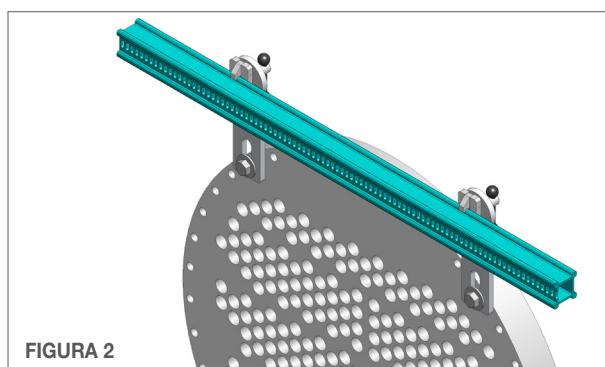

FIGURA 2
2. Encaixe o **Trilho Superior (com os rasgos voltados para fora)** nos suportes superiores. Se o trilho não estiver bem alinhado com as fileiras de tubos, solte um dos suportes superiores e ajuste até que o trilho superior esteja paralelo às fileiras de tubos horizontais. Aperte as garras de fixação do trilho aos suportes. Assegure-se de que os suportes de montagem superiores estejam bem fixados ao flange do feixe de tubos. (**Figura 2**)